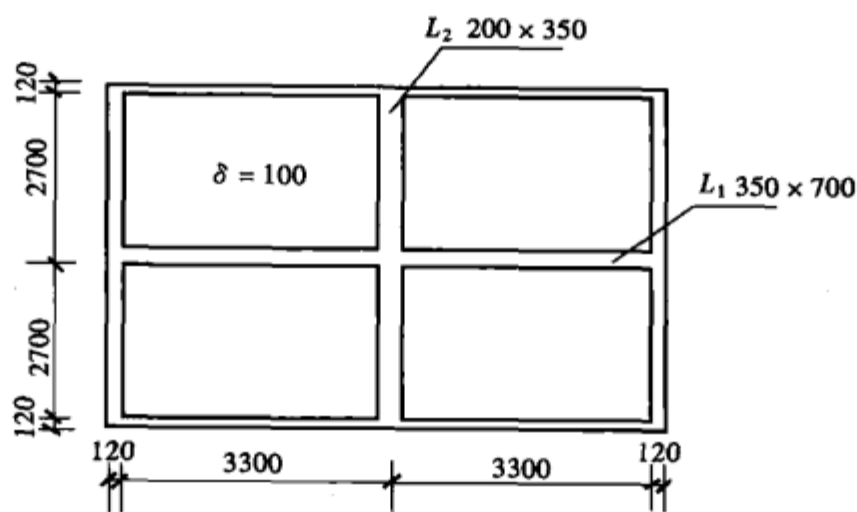

图 3-1 天棚抹石灰砂浆示意图
**【例2】**如图3-1所示,求井字梁天棚抹石灰砂浆工程量。